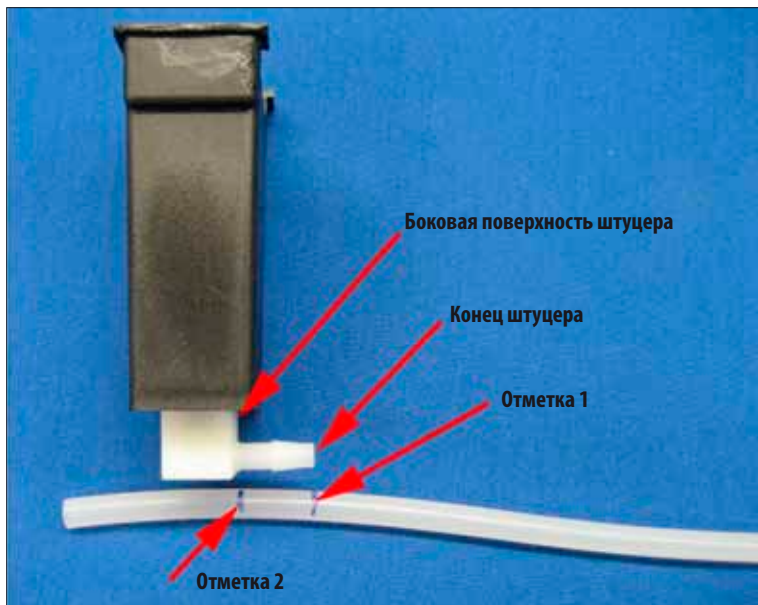

Рис. 25
- Выровняйте шланг по отметке 1 на конце штуцера и нанесите на шланге вторую отметку ("отметка 2"), которая будет обозначать боковую поверхность штуцера (рис. 25).